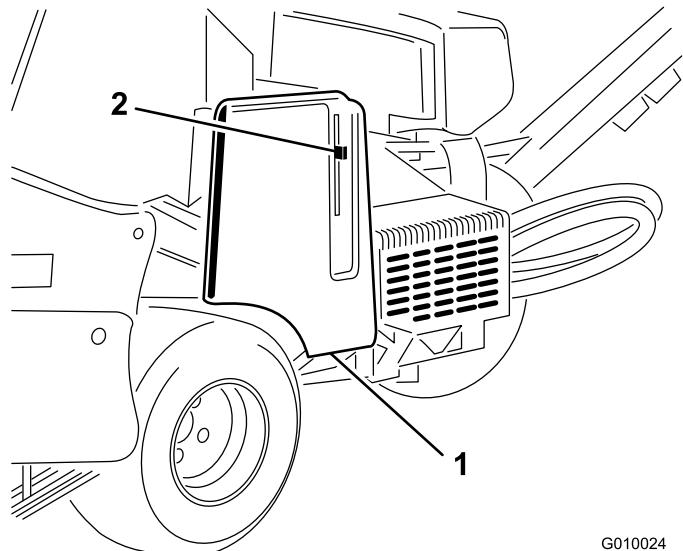
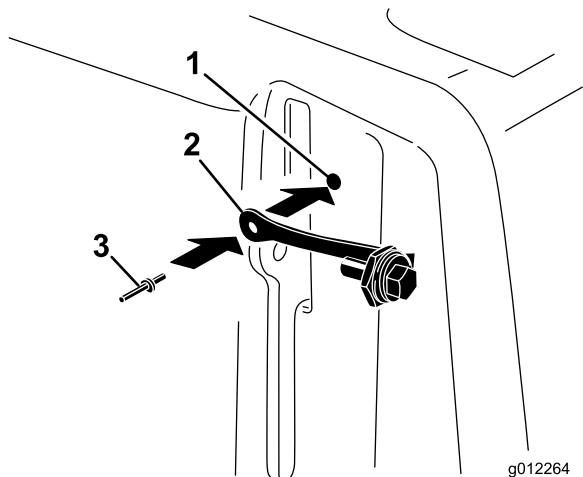

Figure 16
Figure 17
- Localisez le trou dans le protège-courroies, à côté de la fente du levier de verrouillage (Figure 16 et Figure 17).
- Fixez la sangle de sécurité dans le trou du protège-courroies au moyen d'un rivet aveugle (Figure 17).